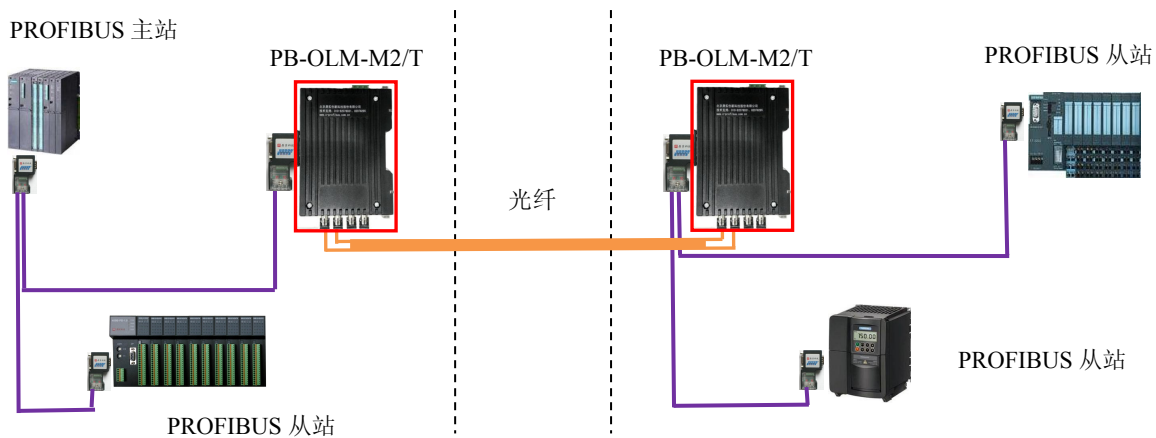

图 1-1、点对点连接——PROFIBUS 主从通讯
在工业现场中，PB-OLM-M2/T (C) 可用于多种场合，其中包括普通 PROFIBUS 主从设备之间的通讯、PC 机 (CP5611 卡) 与 PLC 的通讯、PROFIBUS 冗余系统的通讯等。光纤的组网方式可选择双纤 (采用两根光纤进行信号的接收和发送) 或单纤 (在一根光纤上进行信号的接收和发送)。网络连接方式包括点对点、级联等。常见通讯方式如下图 1-1、1-2、1-3、1-4、1-5、1-6 所示。